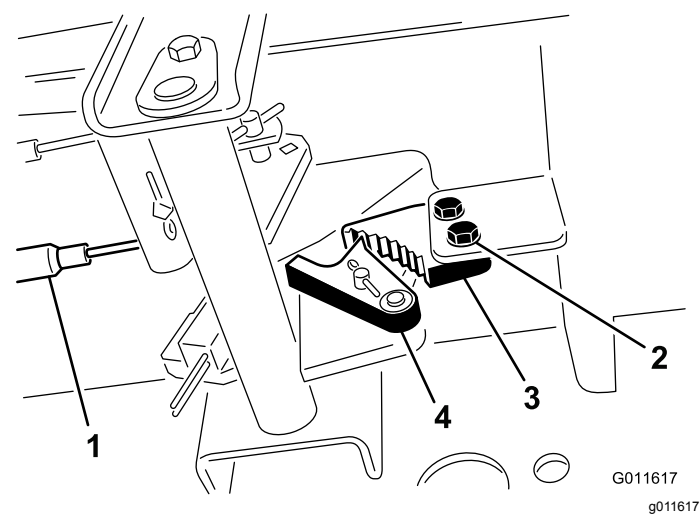

图64
- 1. 松开将驻车刹车闸固定到机架的 2 个螺钉图64。
- 2. 向前踩驻车刹车踏板直到刹车卡槽完全接合刹车闸图64。